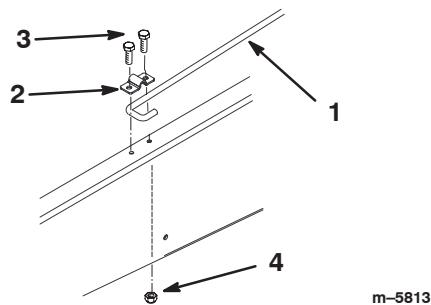

Bild 9
6. Lösen Sie die Schraube, mit der der Ständerclip am Chassis befestigt ist, bis Sie das J-förmige Hakenende der Stützstange unter den Clip schieben können (Bild 9).
7. Ziehen Sie die Schraube an und befestigen Sie die andere Seite des Clips mit einer neuen Schraube (5/16 x 3/4 Zoll) und einer Bundmutter (5/16 Zoll) (Bild 9).